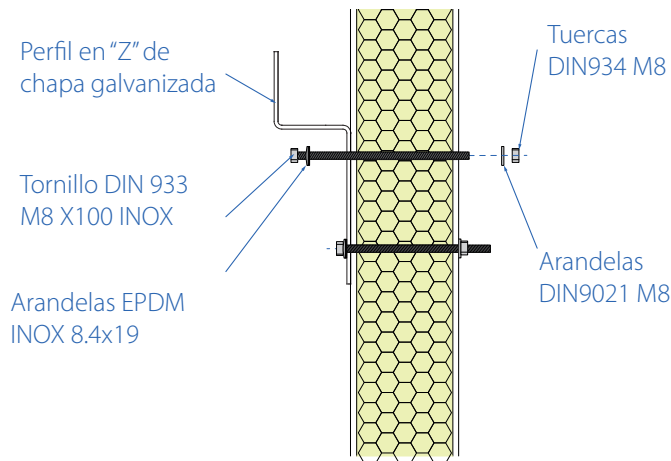
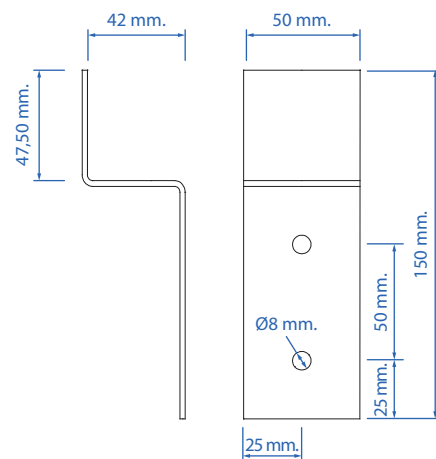

Fig. 162. Tornillería para la sujeción de los perfiles "Z" de chapa galvanizada.
Fig. 163. Perfil "Z" que va en la pared sándwich.
8. Para la instalación de estos perfiles en la pared sándwich hay que hacer unos agujeros pasantes en la pared sándwich de la misma manera que se explica para la instalación de las asas (Fig. 156) pero a la medida que marcan los agujeros del perfil "Z" tal y como se indica en la Fig. 163. Los perfiles en "Z" se ponen pegados al marco (perfil de PVC) del hueco de la ventana. Estos perfiles se montan con dos tornillos DIN 933 M8 de longitud 100 mm, con una arandela EDPM INOX 8.4x19 por el lado exterior y con una tuerca DIN934 M8 Inox. y una arandela DIN9021 M8 Inox. en el lado interior de la pared sándwich. (Fig. 162)
8. Para la instalación de estos perfiles en la pared de muro de hormigón hay que hacer unos taladros a la medida que marcan los agujeros del perfil "Z" tal y como se indica en la Fig. 163.